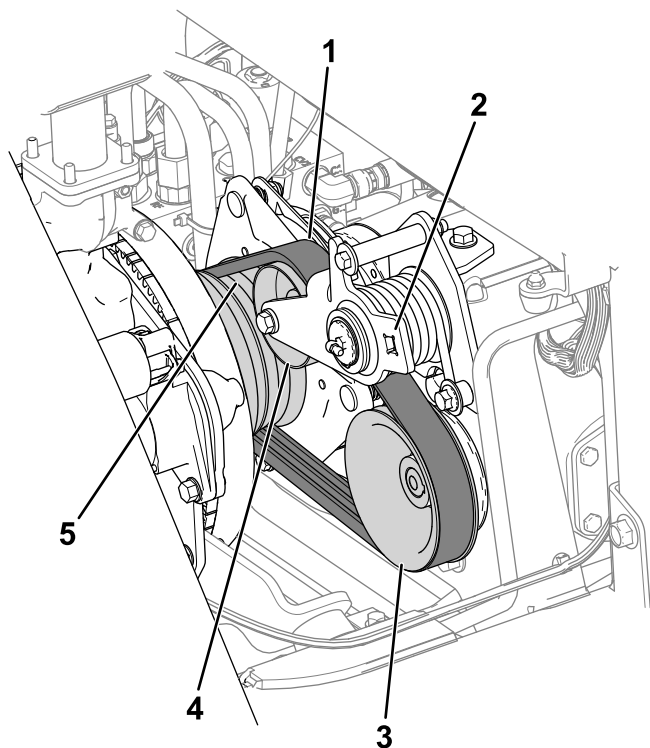

Figura 78
3. Direcționați cureaua pe fulia motorului, fulia rolei de ghidare și fulia pompei (Figura 78).